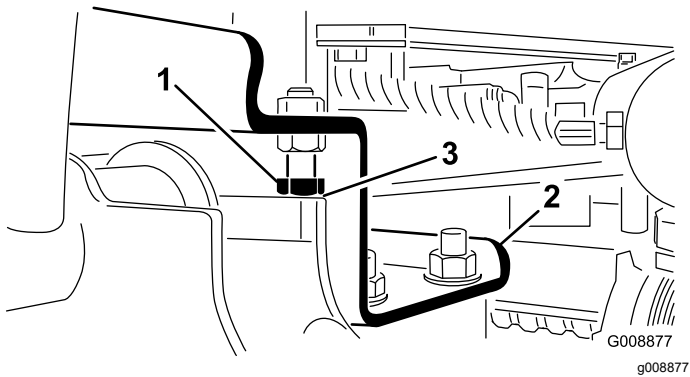

図 26
- A. ストップボルトを戻して、シリンダを調整して必要なすき間を作る 図 26。
2. 各昇降アームとストップボルトとの隙間が0.13-1.02 mmの間にあるかどうか点検する(図 26)。